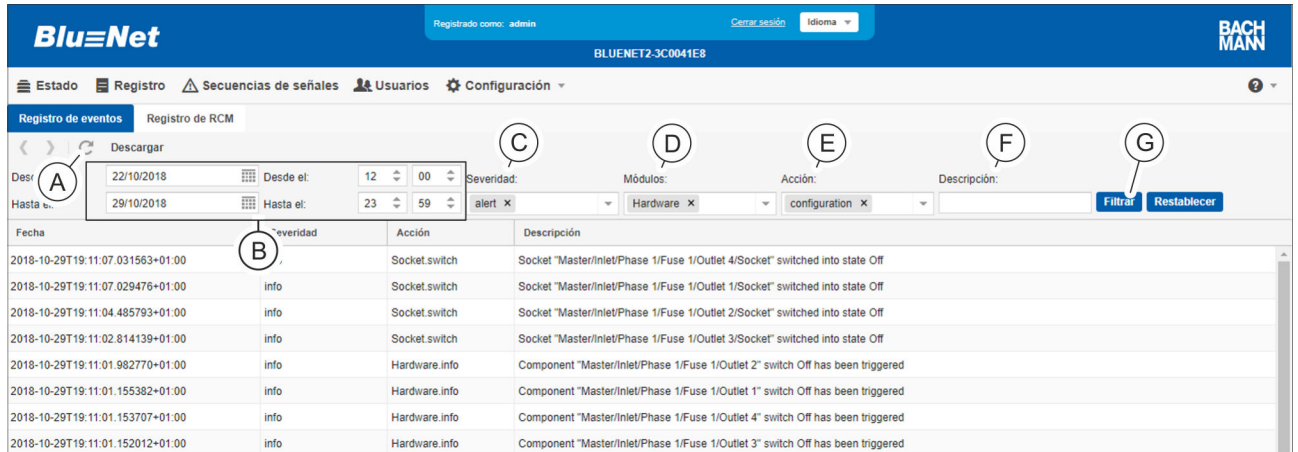

Fig. 122: Establecer los filtros
- Fecha y hora (Fig. 122/Ⓐ)
- Severidad (Fig. 122/Ⓒ)
- Módulos (Fig. 122/Ⓓ)
- Acción (Fig. 122/Ⓔ)
- Descripción (Fig. 122/Ⓕ) (recuadro de texto libre)
- ➔ Haga clic en el botón "Filtrar" (Fig. 122/Ⓖ).